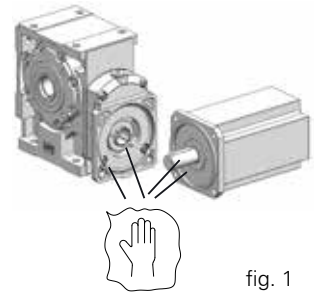

fig. 1
Prima di procedere al montaggio, pulire accuratamente e lubrificare le superfici di contatto per evitare il pericolo di grippaggio e l'ossidazione di contatto (ved. fig. 1).
Un semigiunto deve essere calettato sull'estremità d'albero servo motore privo di linguetta (se presente, toglierla, ved. fig. 1). In caso di un alto numero di avviamenti/ora e carichi elevati, occorre richiedere preventivamente l'esecuzione speciale: «**Giunto con cava linguetta**».
**Inserire il semigiunto sull'albero del servo motore, come indicato in fig. 1, a filo della sede dell'anello di elastomero.**